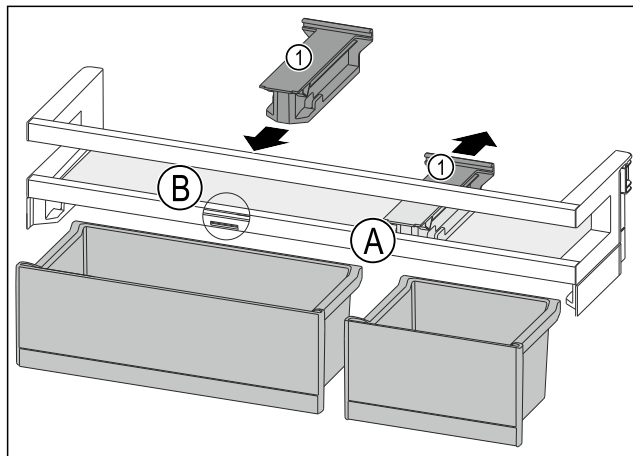

Fig. 87
- ▶ Изтеглете задържащата част Fig. 87 (1) на позиция Fig. 87 (A) назад.
- ▶ Поставете задържащата част Fig. 87 (1) на позиция Fig. 87 (B).